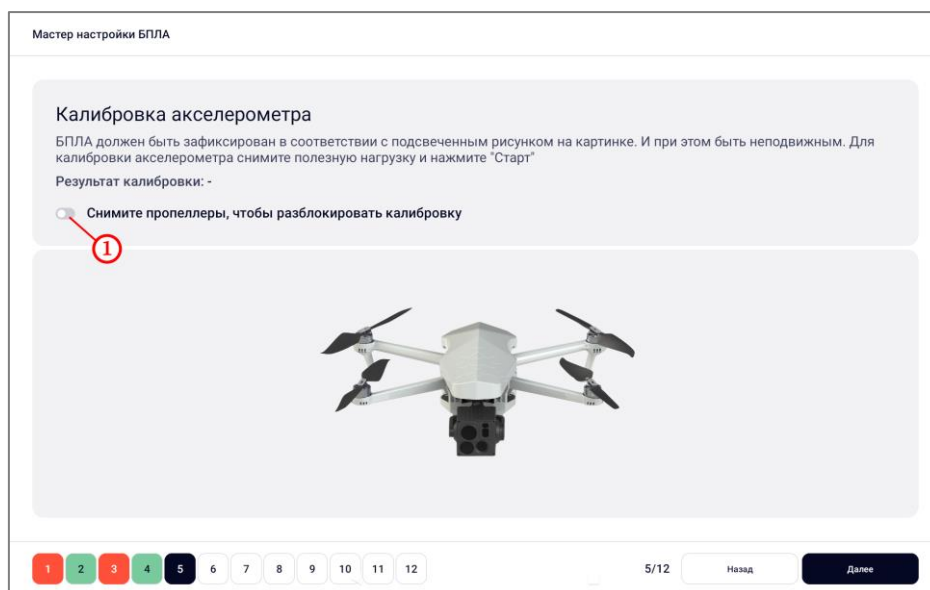
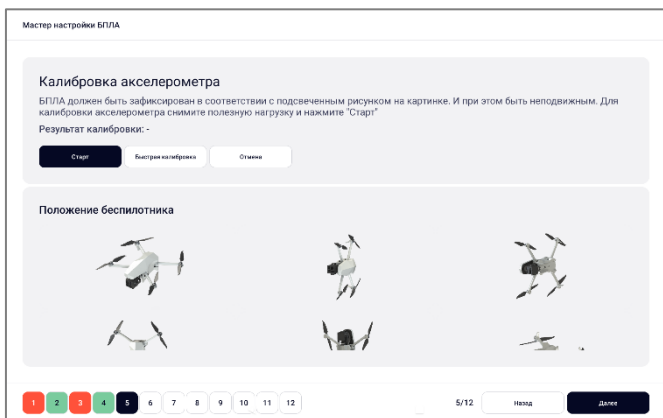

Рисунок 8
Рисунок 9
- на экране шага 5 нажать на тумблер (рисунок 8, шаг 1). Будет разблокирован доступ к калибровке акселерометра (рисунок 9);